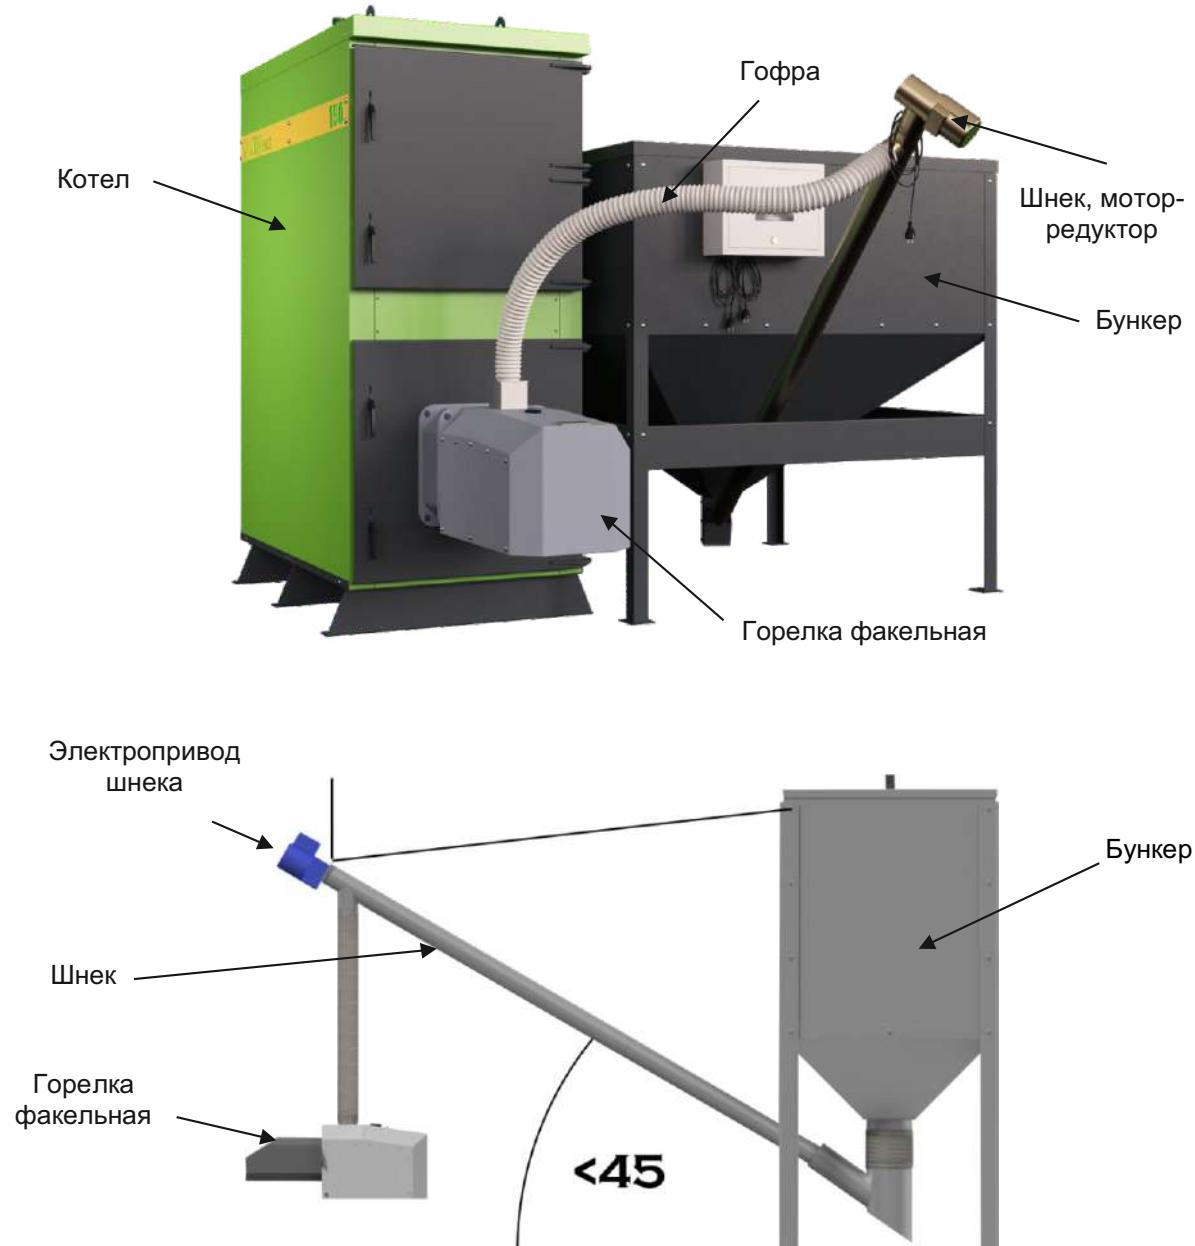

Рисунок 3. Общий вид винтового подающего устройства с Горелкой и бункером
Горелки работают комплексно с оборудованием в составе (см. рис. 3):
Внешнее винтовое подающее устройство (электроприводной шнек) (см. рис. 3) отвечает за подачу топлива из бункера в горелку и соединяет контейнер (бункер) с топливом с Горелкой. Устройство выполнено из гальванизированной стальной трубы или трубы из нержавеющей стали диаметром 60 мм. Внутри трубы находится стальная спираль с приводом от электрического двигателя 230 В переменного тока с передачей, который подключается с помощью силового кабеля к соответствующему разъему на контроллере Горелки. Дозирование топлива в горелку осуществляется автоматически, управление работы подающего устройства осуществляется в автоматическом режиме. В случае повреждения трубы – например, из-за перегрева в случае обратного удара пламени, подающее устройство перестает подавать топливо, что влечет за собой затухание Горелки. Это позволяет предотвратить распространение пламени и пожар в Котельной.
- Е) подвесить подающее устройство на цепочке. (см. рис. 3);
При монтаже винтового подающего устройства соединение его с бункером производить как показано на рис. 3.